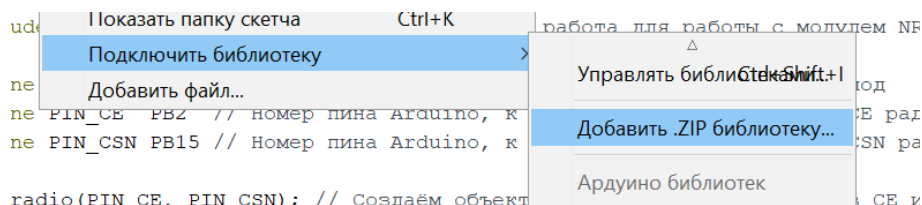

Рисунок 12.5 – Добавление .zip библиотеки
2) Далее воспользуйтесь в меню скетч, воспользуйтесь функцией добавить .zip библиотеку (рисунок 12.5):